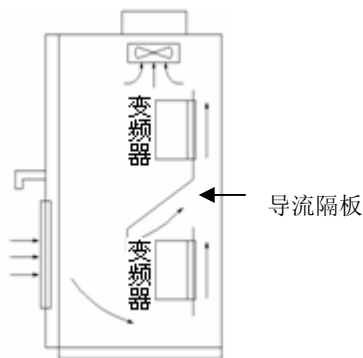

图 2-2 多台变频器的安装示意图
- 多台变频器采用上下安装时，中间应用导流隔板，如图 2-2 所示。